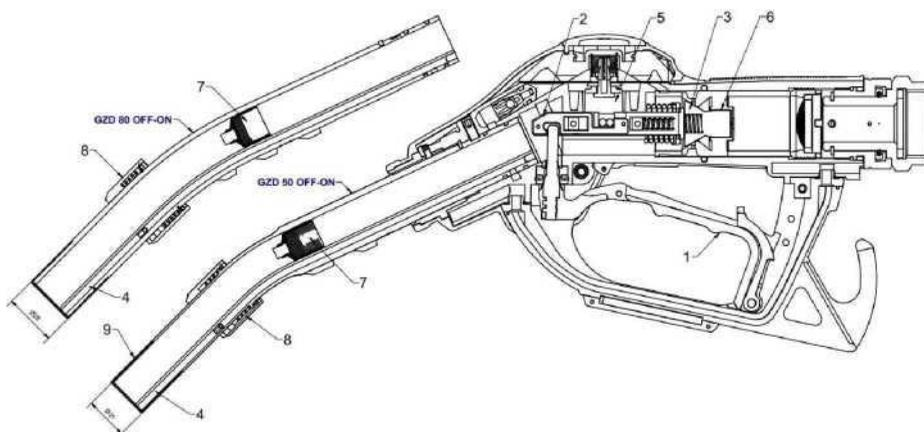

Рисунок 3
Когда топливо достигает впускной части капиллярной трубки (4) из-за более высокого сопротивления всасыванию, оно создает отрицательное давление на мембранный узел (5), вытягивая мембранный узел (5) и освобождая внешнюю часть поршневого узла (2). Внешняя сторона поршневой группы (2) перемещает поршень диффузора (3) до полной остановки потока топлива. Благодаря конструктивному решению диффузора, в котором имеется резервуар (6), автоматическое отключение расхода топлива создает значительно меньший гидростатический удар, что продлевает срок службы гидравлики и электроники насоса. Инновационное решение запорного клапана (8), расположенного в передней части выпускного конца (9), предотвращает нежелательную активацию пистолета GZD 50/80 OFF-ON. Пистолет GZD 50/80 OFF-ON можно активировать только тогда, когда конец трубки (9) размещен на горловине бака. Таким образом предотвращается нежелательная утечка топлива, когда сливной патрубком (9) не находится в горловине бака транспортного средства. С клапаном OFF-ON, прикрепленным к пистолету GZD 50/80 OFF-ON, значительно сокращаются объем работы и загрязнение окружающей среды, а также уменьшается вероятность возгорания и взрыва. (Рис. 3).
автомобиля. (Рисунок 3)